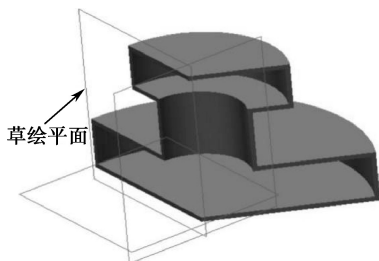

图 4-79 单向旋转方式
① 单向旋转方式。这是系统默认的旋转方向，在旋转方式右侧文本框中直接输入旋转的角度值，剖面就会沿着指定方向旋转一定角度形成特征，如图 4-79 所示；